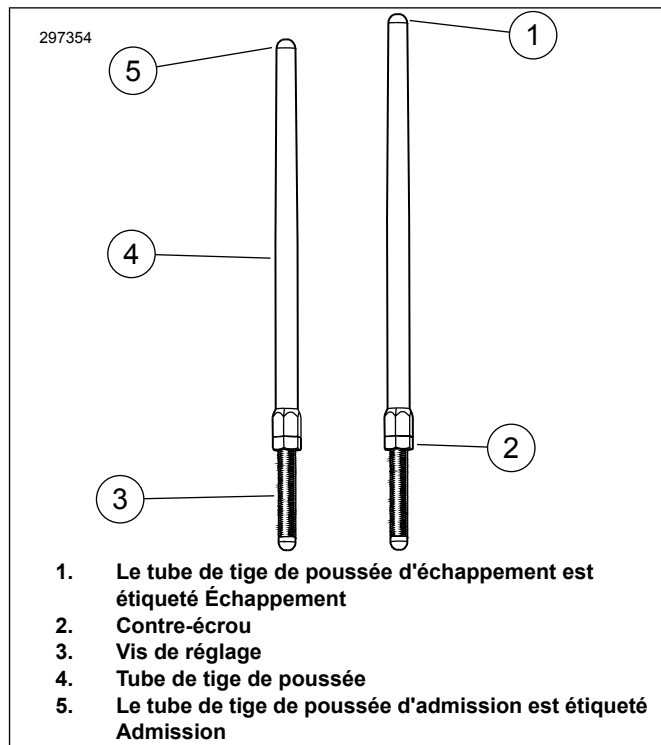

Figure 1. Tige de poussée réglable
6. Figure 1 Desserrer le contre-écrou sur toutes les tiges de poussée et les régler à leur longueur la plus courte.